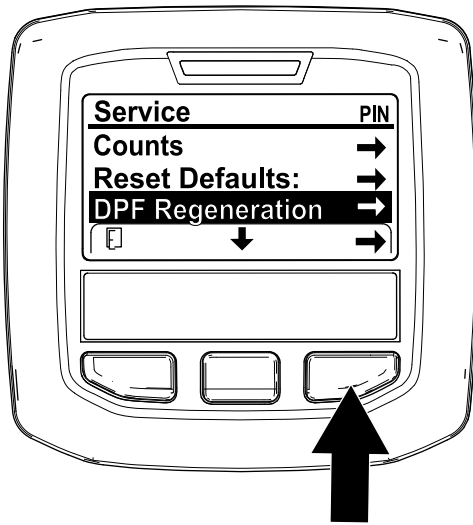

図 41
1. 整備 Serviceメニューから、中央ボタンで下へスクロールして DPF REGENERATIONメニューに入る 図 41。
2. 右側のボタンで DPF Regeneration再生に入る 図 41。